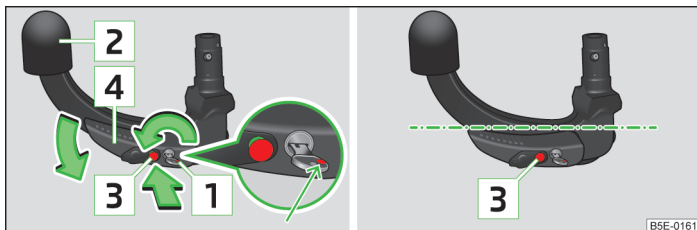

Abb. 102 Bereitschaftsstellung einstellen / Bereitschaftsstellung
- Den Schlüssel drehen, sodass seine rote Markierung **1** » Abb. 102 sichtbar ist.